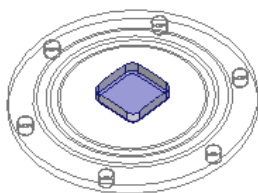

图 19.4.15 复制对象
- (1) 设置“选择”类型。在“智能”选取栏的下拉列表中选择 **几何** 选项。
- (2) 按住 Ctrl 键, 选取图 19.4.15 所示的模型表面。切换到 **模型** 功能选项卡, 依次单击 **操作** ▾ 区域的  **复制** 和  **粘贴** 按钮。
- (3) 单击“曲面: 复制”操控板中的“完成”按钮 .